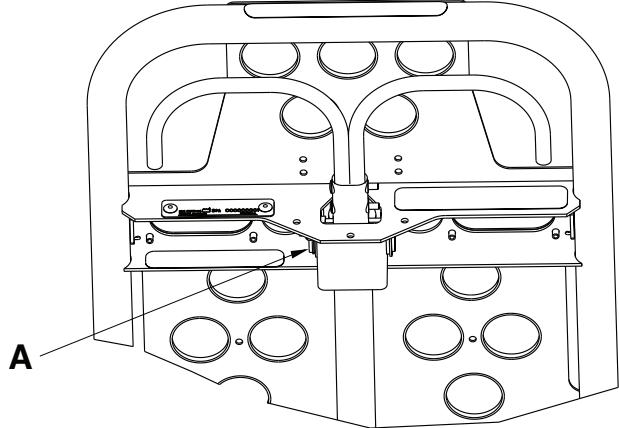

Figure 7 – Vérin à gaz du relève-buste
2. À l'aide d'une clé à 6 pans de 3/32 po, desserrer la vis de blocage (A) qui fixe la tige de gaz à l'étrier (Figure 7).